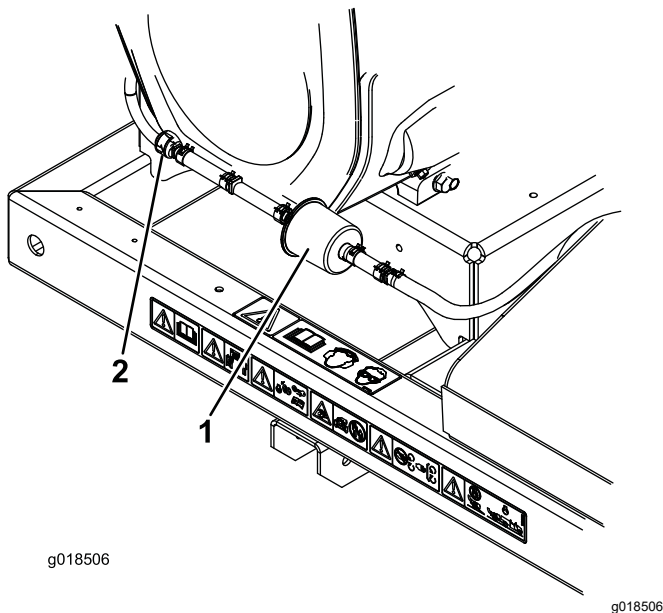

図 39
2. カーボンキャニスタ・パージラインフィルタの前後両側についているホースクランプをゆるめてフィルタから遠い位置に移す図 39。
3. カーボンフィルタを外して捨てる 図 39。
4. 新しいフィルタをホースに取り付けるフィルタについている矢印がチェックバルブの方を向くように取り付け、ホースクランプで元のように固定する 図 39。